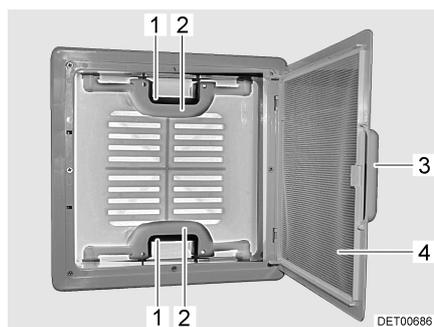

Fig. 22 Lanterneau à pousoirs
- Tirer sur la poignée (Fig. 22,3).
- Rabattre la moustiquaire (Fig. 22,4) vers le bas.
- Appuyer sur le verrou (Fig. 22,1) vers l'intérieur du lanterneau. Pousser le lanterneau simultanément vers le haut par la poignée (Fig. 22,2).
- Faire basculer la moustiquaire (Fig. 22,4) vers le haut jusqu'à ce qu'elle s'enclenche.
- Tirer fortement le lanterneau vers le bas par les deux poignées (Fig. 22,2) jusqu'à ce que les deux pousoirs (Fig. 22,1) s'encliquettent.